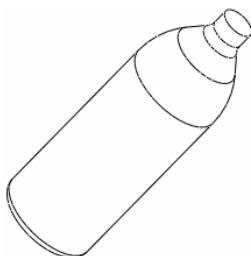

图 34-4
(4) 单击草绘命令工具栏中的 ，返回特征操控板，单击 ，完成特征的建立，如图 34-4 所示。